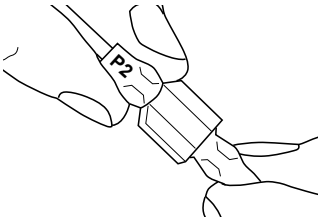

Figura 7 - Conexión de cables P2
7. Insertar el puerto macho, que está en el cable de suministro de energía negro (marcado con P2), en el puerto hembra correspondiente (marcado con P2), (consulte la Figura 7).